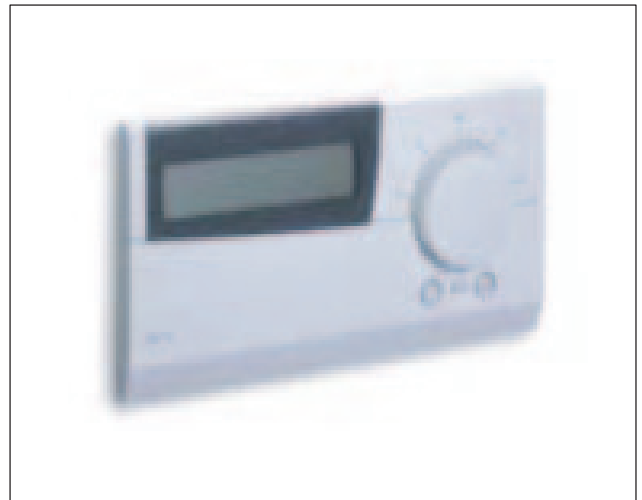

Fig. 19 Unità di servizio IRT30
- Eseguire le impostazioni sul cronotermostato modulante (ad esempio IRT30, v. fig. 19).